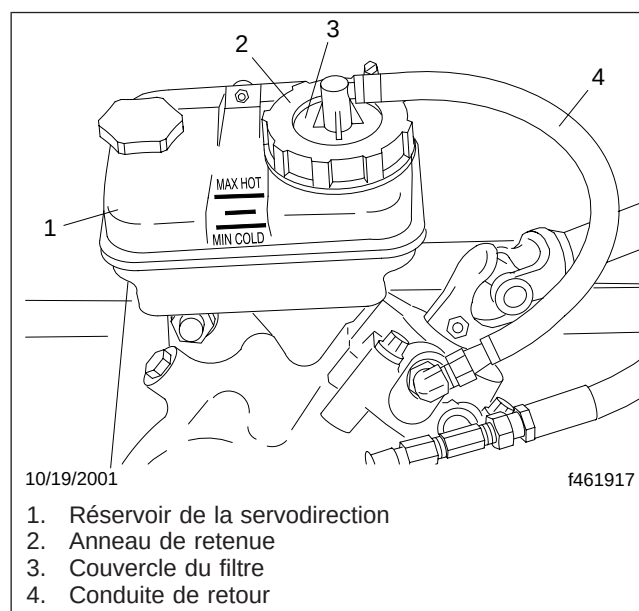

Fig. 1, Réservoir de la servodirection
3. Retirez l'anneau de retenue du réservoir. Voir la **figure 1**.
7. Remplissez le réservoir de liquide de servodirection approuvé, jusqu'à la ligne qui se trouve entre les repères MIN COLD et MAX HOT. Voir la figure 1. Reportez-vous au tableau 1 pour les liquides de servodirection approuvés.